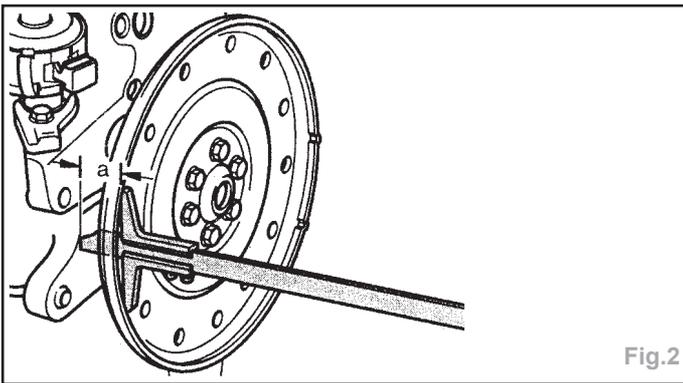

Fig.2
**Disque d'entraînement** (Fig.2)